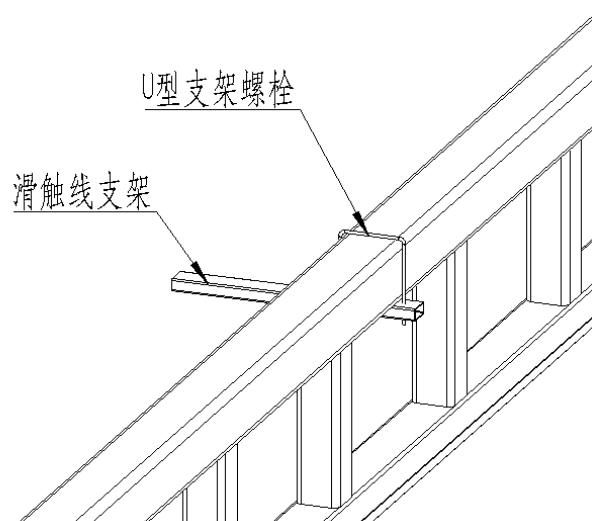

图 7B
7.2 根据滑触线支架孔位确定支架的安装方向，并用 U 型支架螺栓将滑触线支架固定于型钢电源供给侧（图 7B）。